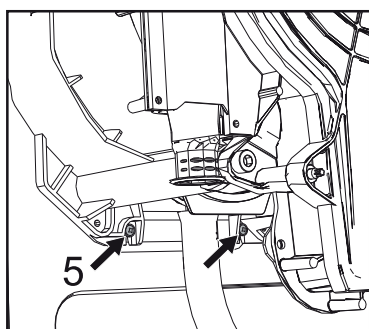

fig. 57 -
- Afloje los 2 tornillos inferiores "5" de fijación del intercambiador al bastidor ("fig. 57 -")